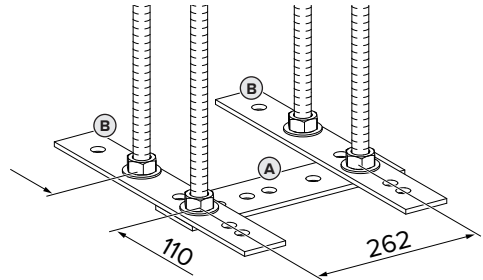
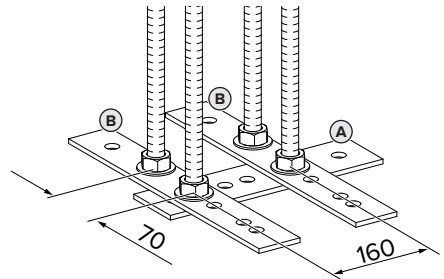

Fig. 1: Dimensões [mm]
Fig. 2: Dimensões [mm]
- Inserir as hastes roscadas nos aços planos, respeitando as dimensões indicadas na Fig. 1 e Fig. 2. Certificar-se de que o aço plano (A) e os aços planos (B) estão dispostos em ângulo reto (90°).